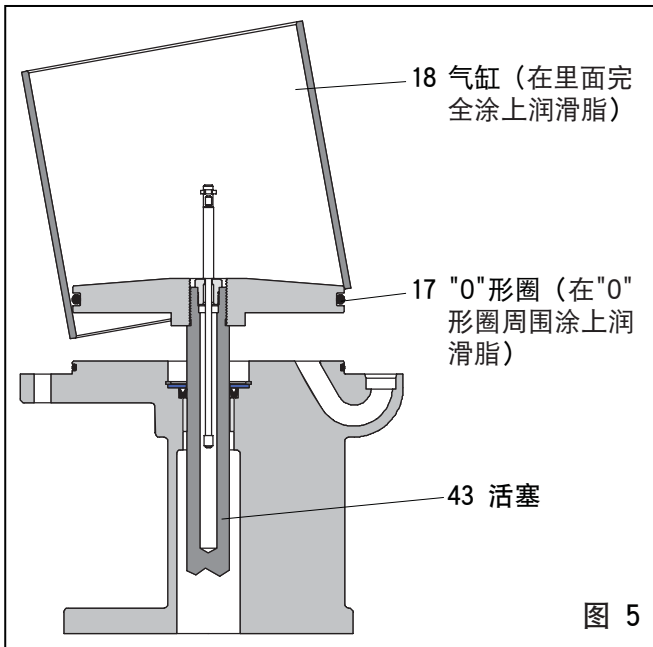

图 5
3. 用锁紧式钳子在螺纹下方夹持住 (19) 阀杆组件, 用溶剂清洗螺纹, 在螺纹上涂上乐泰®271™, 并连接 (11) 伸长杆。
4. 将 (19) 阀杆置于 (43) 活塞组件端孔内, 将 (14) 螺纹套旋入 (43) 活塞组件。
5. 在 (16) "O"形圈上完全涂上润滑脂, 将其安装在 (26) 气动马达底座和轴承组件中。
6. 将 (25) "U"形杯式密封材料, (24) 导垫圈和 (21) 挡圈置于 (26) 气动马达底座和轴承组件中。
7. 在 (13) "O"形圈上涂上润滑脂, 将其安装在 (41) 下压盖中。
8. 将 (35) 马达头组件的孔涂上润滑脂, 以扭转运动方
- 式, 将 (41) 下压盖插入 (35) 马达头组件孔中。
9. 对准 (41) 下压盖和 (35) 马达头组件中的螺栓孔, 用四个 (40) 螺钉进行紧固。
10. 推动 (43) 活塞组件, 使其通过 (26) 气动马达底座和轴承组件中的 (25) "U"形杯式填料, 小心不要损坏"U"形杯式密封材料。
11. 在 (18) 气缸里完全涂上润滑脂。
12. 将 (17) "O"形圈涂上润滑脂, 然后将其插入 (18) 气缸的底部 (见图5)。
13. 将 (43) 活塞组件推到气缸的顶部。
14. 将 (42和16) "O"形圈完全涂上润滑脂, 将它们装入 (35) 马达头组件。
15. 将两个 (36) "O"形圈完全涂上润滑脂, 在 (44) 管子两端各安装一个。
16. 将 (44) 管子压入 (26) 气动马达底座和轴承组件的扩孔内。
17. 推动 (11) 伸长杆, 穿过 (35) 马达头组件底座的 (42) "O"形圈。
18. 对准 (35) 马达头组件, 向下压, 直至 (18) 气缸和 (44) 管子坐落在马达头组件中。
19. 向下插入六个 (23) 螺栓, 穿过 (35) 马达头组件及气动马达底座和轴承组件的法兰孔。
20. 将六个 (22) 螺母旋到六个 (23) 螺栓上, 交替且均匀地紧固螺母。
21. 将 (9) "U"形杯式密封材料完全涂上润滑脂, 安装到 (10) 接头中, 使密封材料的唇部向下朝着 (10) 活塞接头的厚法兰。
22. 将 (38和13) "O"形圈完全涂上润滑脂, 安装到 (7) 上压盖中。